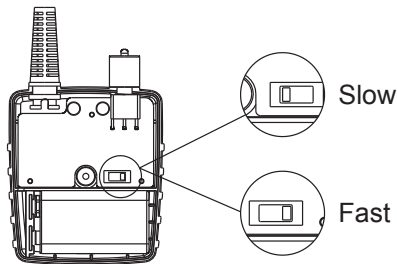

Figure 3
- b. Vous pouvez choisir un signal 2 tons rapide ou lent par commutation interne du générateur. (voir figure 3)